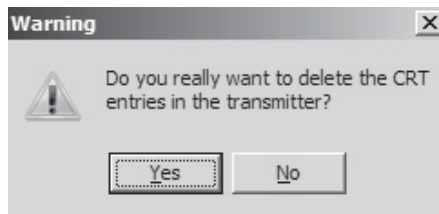

Abb. B.8: Warnung (CRT-Einträge löschen)
- Klicken Sie auf die Schaltfläche Delete CRT (siehe Abb. B.4), wenn die im Messumformer gespeicherten CRT-Einträge gelöscht werden sollen. Eine Warnung wird angezeigt (siehe Abb. B.8).